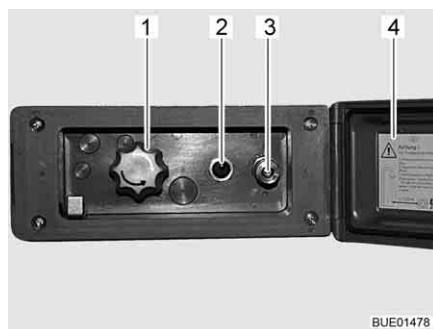

Fig. 155 Raccordo doccia esterno
- Sganciare ed aprire il coperchio (Fig. 155,4).
- Collegare il tubo flessibile della doccia esterna alla chiusura rapida (Fig. 155,3).
- Accendere la pompa dell'acqua con l'interruttore (Fig. 155,2).
- Regolare la temperatura dell'acqua ai gradi desiderati mediante la manopola (Fig. 155,1).
- Spegnere la pompa dell'acqua con l'interruttore (Fig. 155,2).
- Chiudere il coperchio (Fig. 155,4) e bloccarlo con la chiave.
- Ruotare la manopola (Fig. 155,1) sulla posizione centrale.